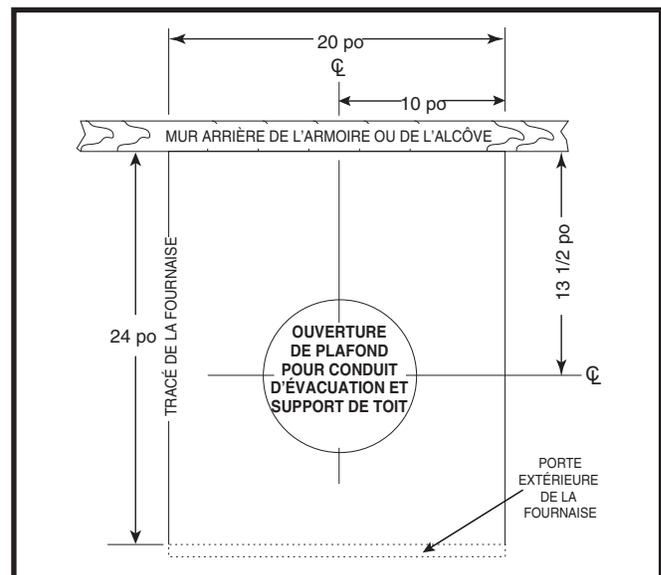

Figure 19. Dimensions de coupe pour le conduit d'évacuation et le support de toit
- Positionnez le centre de l'ouverture du support de toit, mesurez 13 ½ po depuis le mur arrière de l'armoire ou de l'alcôve, le long de la ligne centrale de l'ouverture de la fournaise et du plancher. Voyez la Figure 19.